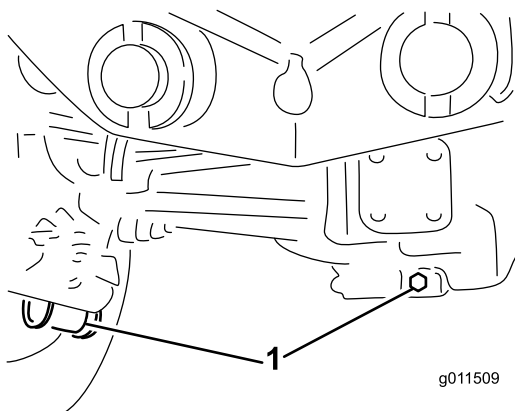

Рисунок 70
- Очистите область вокруг трех сливных пробок, по одной на каждом конце и одной в центре (Рисунок 70).